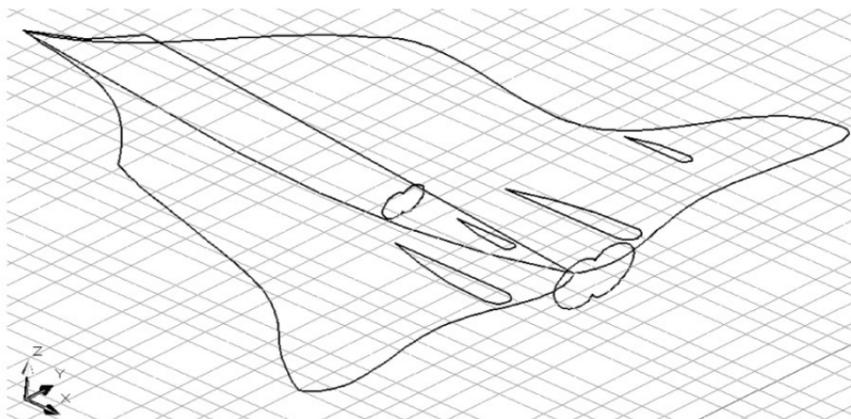

Рис. 7.12. Исходные плоские фигуры поверхности самолета
- результат подготовительной работы по созданию поверхности самолета в виде исходных плоских сплайнов и полилиний представлен на рис. 7.12.